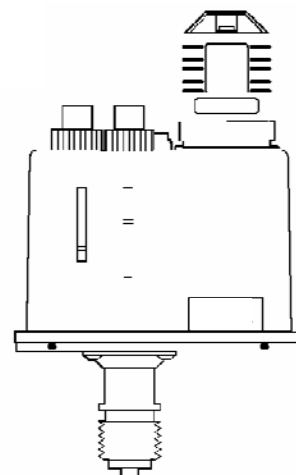

Рис. 5
Установка давления включения и дифференциала давления происходит с помощью верхних винтов, как показано на Рис. 5, при визуальном отображении на двух градуированных шкалах.
2.1.3 ПРЕДОХРАНИТЕЛЬНОЕ РЕЛЕ ДАВЛЕНИЯ (Рис. 5)